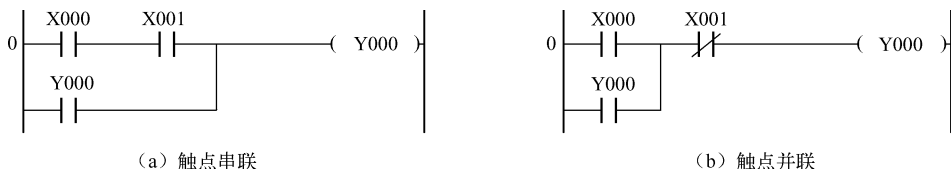

图 2.1.11 触点串联、并联的梯形图
(4) 左多右少，上多下少。几条支路并联时，串联触点多的应安排在上，如图 2.1.11 (a) 所示；几条支路串联时，并联触点多的应安排在左边，如图 2.1.11 (b) 所示，这样可以减少编程指令。